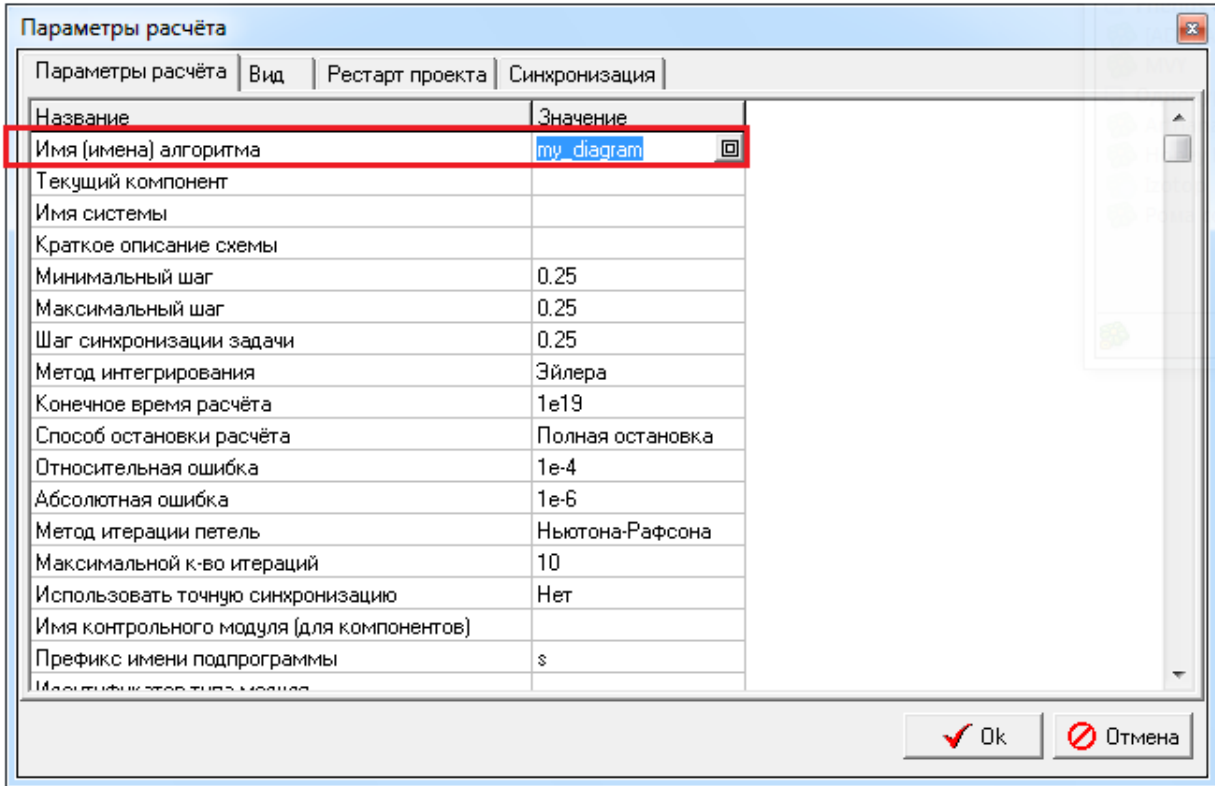

Рисунок 4.1.6
2) добавить файлы схем алгоритмов, сохранённые ранее на диске в список загружаемых в исполняемую среду задач. Для этого необходимо в окне «Инструменты автоматике» нажать левой клавишей «мышь» на кнопку «Добавить файлы» (рисунок 4.2.2a). После выбора файлов (рисунок 4.2.2б), их имена появятся в строках таблицы в закладке «Загрузка» окна «Инструменты автоматике». Исполняемая среда для приборов позволяет загружать в один прибор одновременно несколько различных расчётных модулей и выполнять их с разным тактом. При этом возможна загрузка одного и того же расчётного модуля, сгенерированного по единой схеме несколько раз с разным уникальным именем, при этом каждый из экземпляров расчётного модуля может быть подключен к разным сигналам. Каждой строке в таблице «Загрузки» соответствует вызов расчётного модуля, который сгенерировался по соответствующей схеме указанной в поле «Файл схемы». Имя исполняемого файла расчётного модуля, соответствующего данной схеме указывается в самом файле схемы («Параметры расчёта – Имя алгоритма», рисунок 4.1.6). Следует различать в данном случае имя алгоритма, заданное внутри схемы и поле «Имя алгоритма», заданное в таблице «Загрузки». По первому определяется имя файла расчётного модуля, а по второму – уникальное имя, по которому данный исполняемый файл загружается в исполняемой среде прибора. При этом если в поле «Имя алгоритма» в таблице «Загрузки» ничего не задано, то среда разработки в файл конфигурации загрузки в качестве имени алгоритма принимает имя исполняемого файла. Если же данное поле задано, то имя алгоритма не совпадает с именем исполняемого файла. Например, на рисунке 4.2.2в изображено, что расчётный модуль, сгенерированный по файлу схемы «Проект 2.prt» будет загружен 2 раза, но под разными именами алгоритмов (algo1 и algo2), а расчётный модуль, сгенерированный по файлу «ШРП - штатный регулятор питания БС.prt», будет загружен один раз под именем алгоритма, соответствующем имени исполняемого файла, заданному в настройках проекта. При этом, для того чтобы загрузить один и тот же расчётный модуль под разными именами алгоритмов и привязать их к разным сигналам, необходимо задать имена сигналов в блоках типа «Входной контакт» и «Выходной контакт» в схеме соответствующего алгоритма с применением специального выражения %name%, которое при загрузке расчётного модуля в исполняемую среду прибора заменяется на имя алгоритма, заданное в поле «Имя алгоритма» в таблице «Загрузки» окна «Инструменты автоматике». Например, если вы в блоке «Входной контакт» примените имя сигнала %name%XВ01, и укажите имя алгоритма в таблице загрузки А1, то при загрузке расчётного модуля данный блок будет подключен к сигналу А1ХВ01. При изменении имени алгоритма (например добавлении нового, с той же схемой, но привязанного к другим сигналам) перекомпиляция самого расчётного модуля не требуется, требуется переписать только файл конфигурации загрузки (см. Руководство системного программиста).